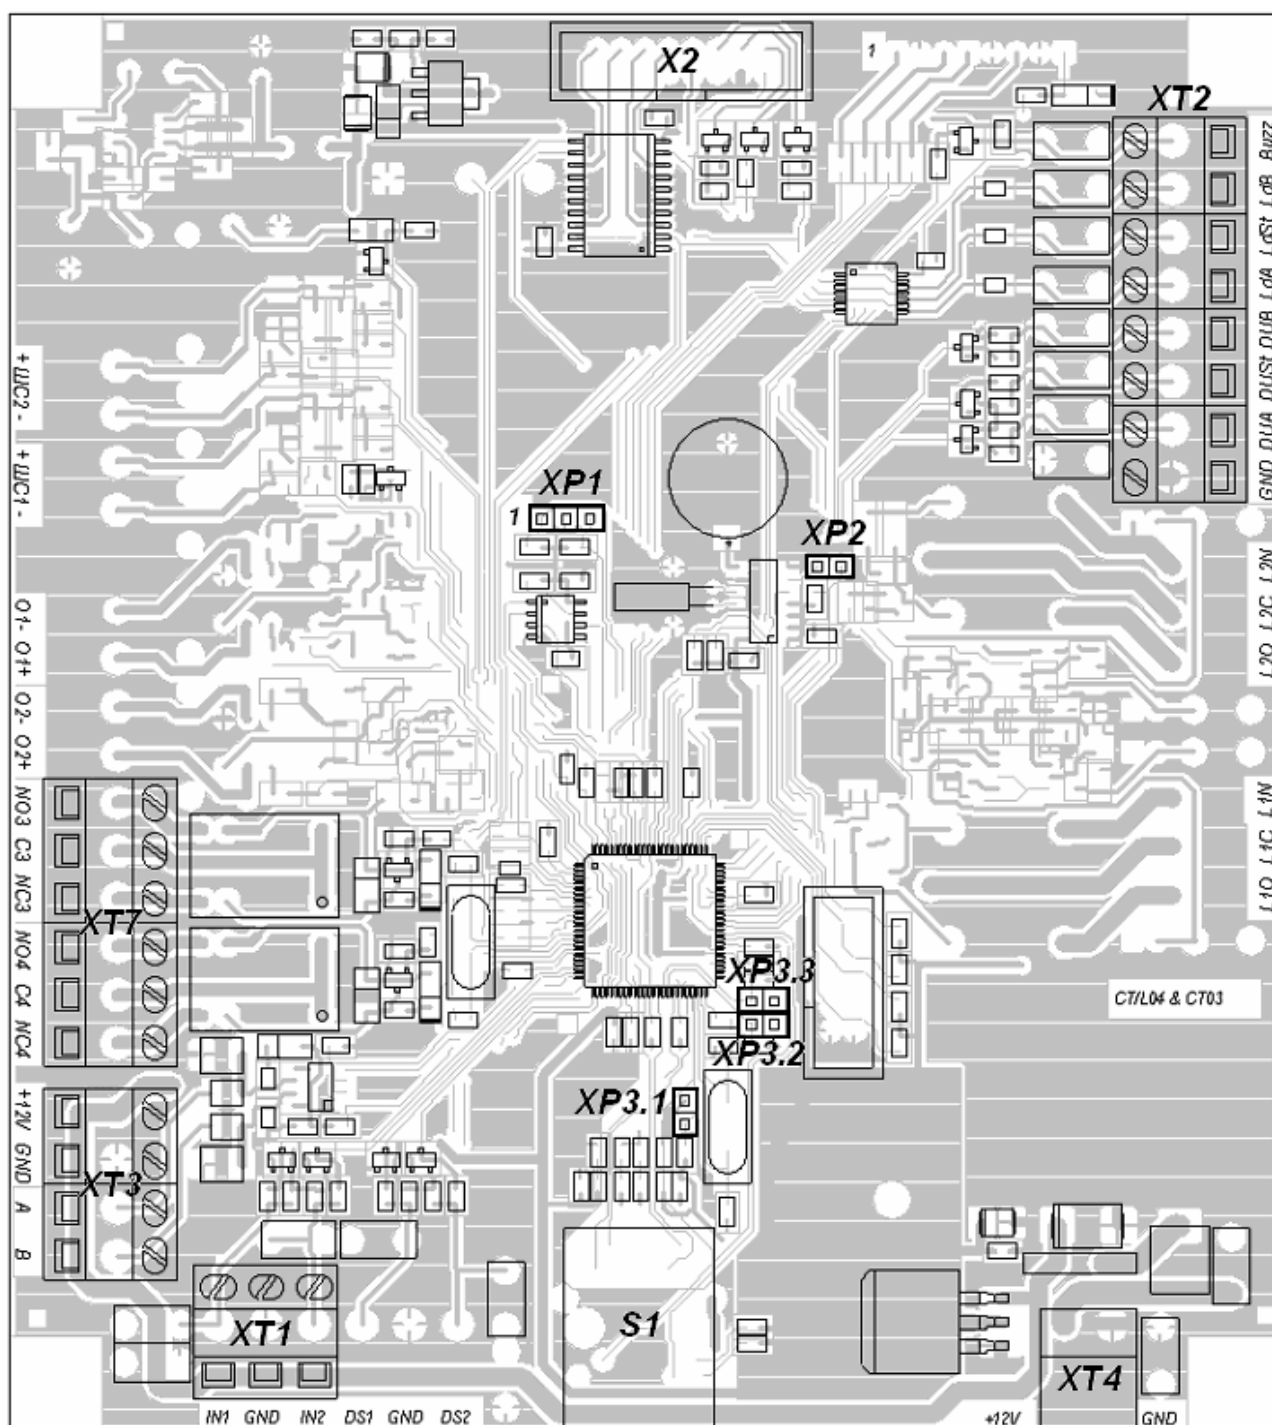

Рисунок 3 Плата контроллера PERCo-CT03
5.2.4 Пульт управления выполнен в виде небольшого настольного прибора в корпусе из ударопрочного АБС пластика и предназначен для задания и индикации режимов работы при ручном управлении ЭП. Пульт управления подключается к плате PERCo-CT03 гибким многожильным кабелем (10) через клеммную колодку "ХТ2" (см. рисунок 3).
На лицевой панели пульта управления расположены три кнопки для задания режимов работы ЭП. Над кнопками расположены индикаторы. *Средняя* кнопка (далее – кнопка *"Запрет прохода"*) предназначена для переключения ЭП в режим *"Запрет прохода"*. *Левая и правая* кнопки (далее – кнопки *"Разрешение прохода"*) предназначены для разблокировки ЭП в выбранном направлении. Изменить ориентацию пульта управления относительно установки стойки ЭП (если на месте установки стойка обращена к оператору не лицевой, а тыльной стороной) можно, поменяв местами провода от пульта управления, подключаемые на контакты *DUA* и *DUB*, а также *Led A* и *Led B* соответственно (рисунок 3 и рисунок А.1 Приложение А Схема подключения электронной проходной и дополнительного оборудования).
5.2.5 На плате контроллера PERCo-CT03 (рисунок 3) расположены:
5.3.2 Подключение указанных в п. 5.3.1 автономных устройств производится с помощью кабелей (10) и (13) к соответствующим клеммным колодкам “ХТ2” и “ХТ4” платы PERCo-CT03 (рисунок 3) в соответствии со схемой подключения (рисунок А.1 Приложения А).
5.8.1 На плате встроенного в ЭП контроллера имеется разъем **XP1** (рисунок 3), предназначенный для выбора способа работы системы (ручное или динамическое распределение *IP*-адресов) и возврата к заводским установкам (со сбросом пароля). Данные действия производятся путем установки на разъем перемычки, входящей в комплект поставки ЭП.
- снимите крышку (3) (порядок снятия крышки указан в п. 6.1);
- установите в рабочее положение крышку (3).
5.8.6 На плате встроенного в ЭП контроллера имеются *разъемы* *XP3.1* – *XP3.3* (рисунок 3). Порядок применения перемычек для данных разъемов см. в Приложении В, таблица В1. При поставке перемычки на разъемах не установлены.